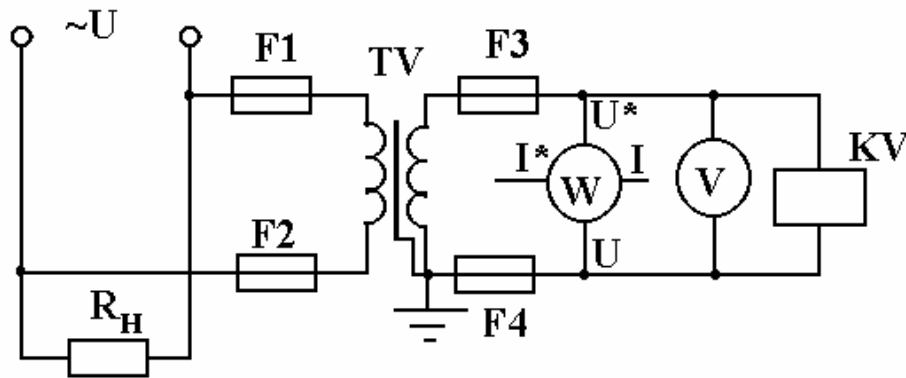

Рис. 3 – Електрична схема включення однофазного ТН
- вмикається паралельно в коло, струм в якому вимірюється (рис.3);